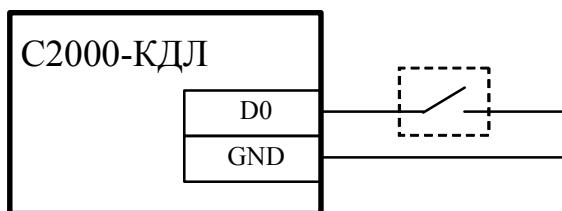

Рисунок 4 Схема подключения кнопки для указания желаемого действия по управлению разделами или доступу (при любом типе интерфейса)
2.1.7 При централизованном управлении и доступе для использования кодов ключей (карточек, PIN-кодов) одновременно и для управления разделами, и для доступа выбор желаемого действия осуществляется с помощью кнопки, подключенной к контроллеру (см. рисунок 4). Если код ключа настроен для управления разделами и доступа, то при нажатии на кнопку (замыкания D0 и GND) контроллер будет запрашивать возможность управления разделами, в противном случае будет работать доступ.